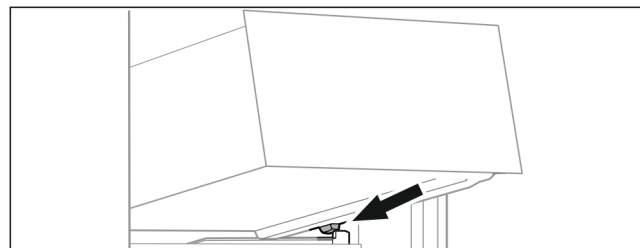

Fig. 20
- ▶ Schubfach schräg hinter den Stoppnern auf die Behälterraupe aufsetzen Fig. 20 (1).